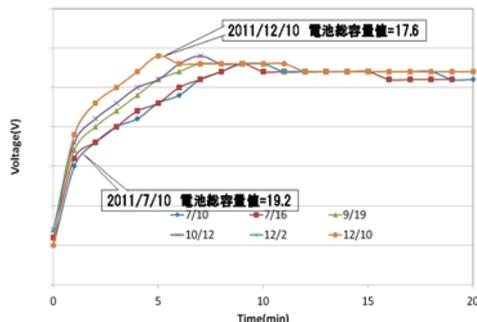

図2 充電時の電圧と充電時間の関係
- EV充電回数が多くなるにつれて、定電流充電時の電圧の傾きが大きくなっています。これは内部抵抗が増加していて、劣化が進んでいることを示唆しています(図2)。